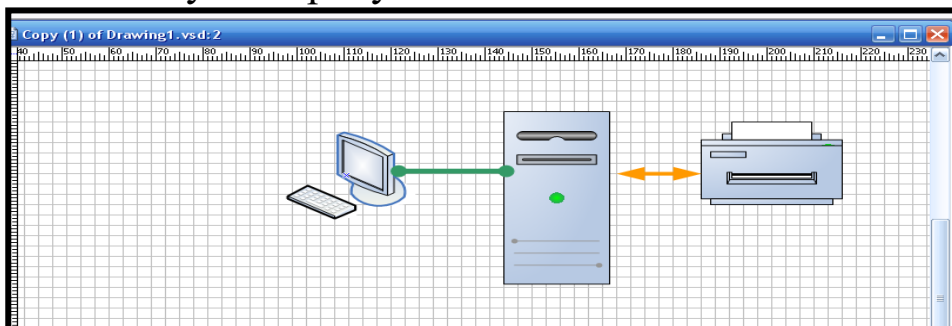

Рис. 81. Отключение слоя *Аренда*
2) Просмотреть рисунок, используя команду **View – Full Screen**, или кнопку **F5** – рисунок 81.